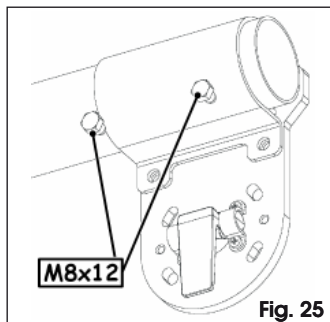

Fig. 25
5. Maak de arm verder vast met de andere twee schroeven, Fig. 25.